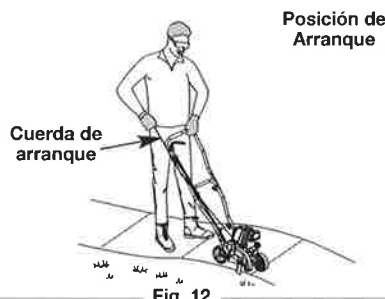

Fig. 12
ADVERTENCIA: Evite los arranques accidentales. Colóquese en posición de inicio cuando tire de la cuerda de arranque (Fig. 12). El operador y la unidad deben estar en una posición estable al arrancar la unidad para evitar graves lesiones personales.
4. Párese en la posición de arranque (Fig. 12).
8. Párese en la posición de arranque (Fig. 12). Incline la unidad hacia atrás de modo que la cuchilla no toque la tierra.